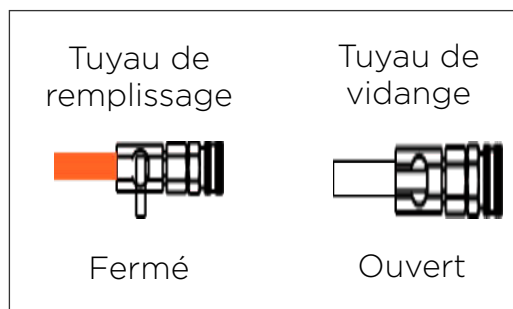
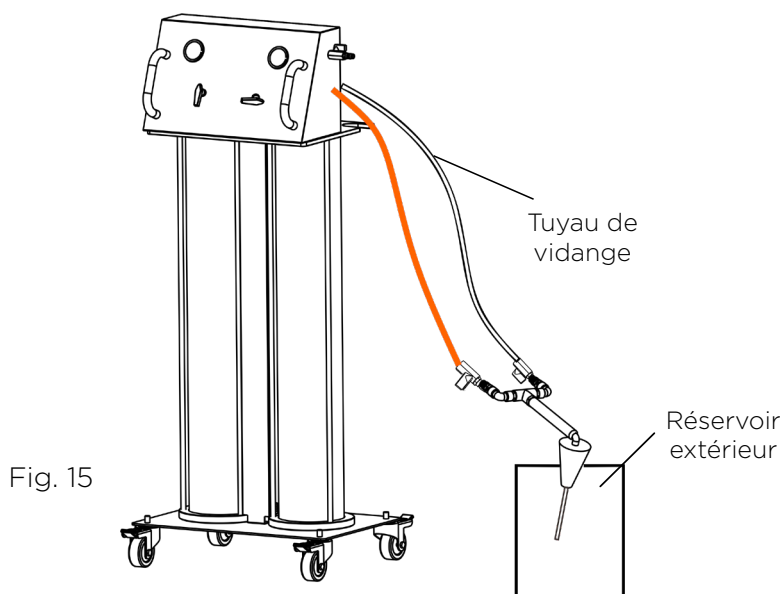

Fig. 14
Fig. 15
- Placer le cône au-dessus du bac (Fig. 15) avant d'ouvrir la vanne du tuyau transparent (Fig. 14). Une fois la cuve de liquide usagé complètement vide, refermez la vanne du tuyau transparent et repositionnez toutes les vannes en façade sur la position "OFF" (Fig 1 et 2)